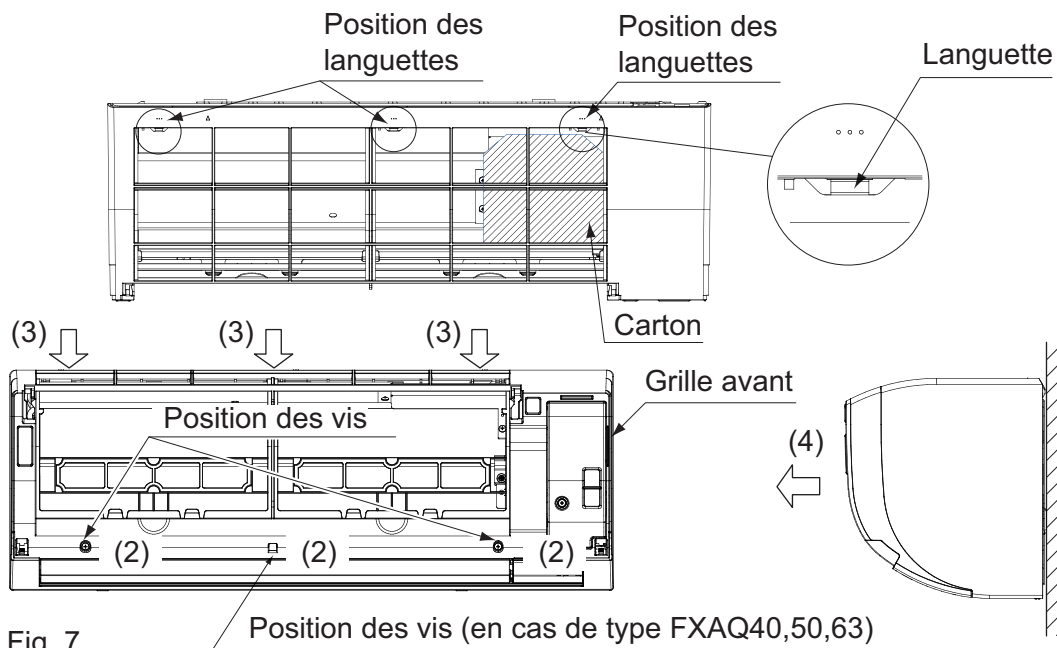

Fig. 7
- Enlevez la grille avant. (Reportez-vous à la Fig. 7)
- Enlevez alors le tampon que vous avez placé à l'étape (6).
- Enlevez la grille avant. **(Reportez-vous à la Fig. 7)**